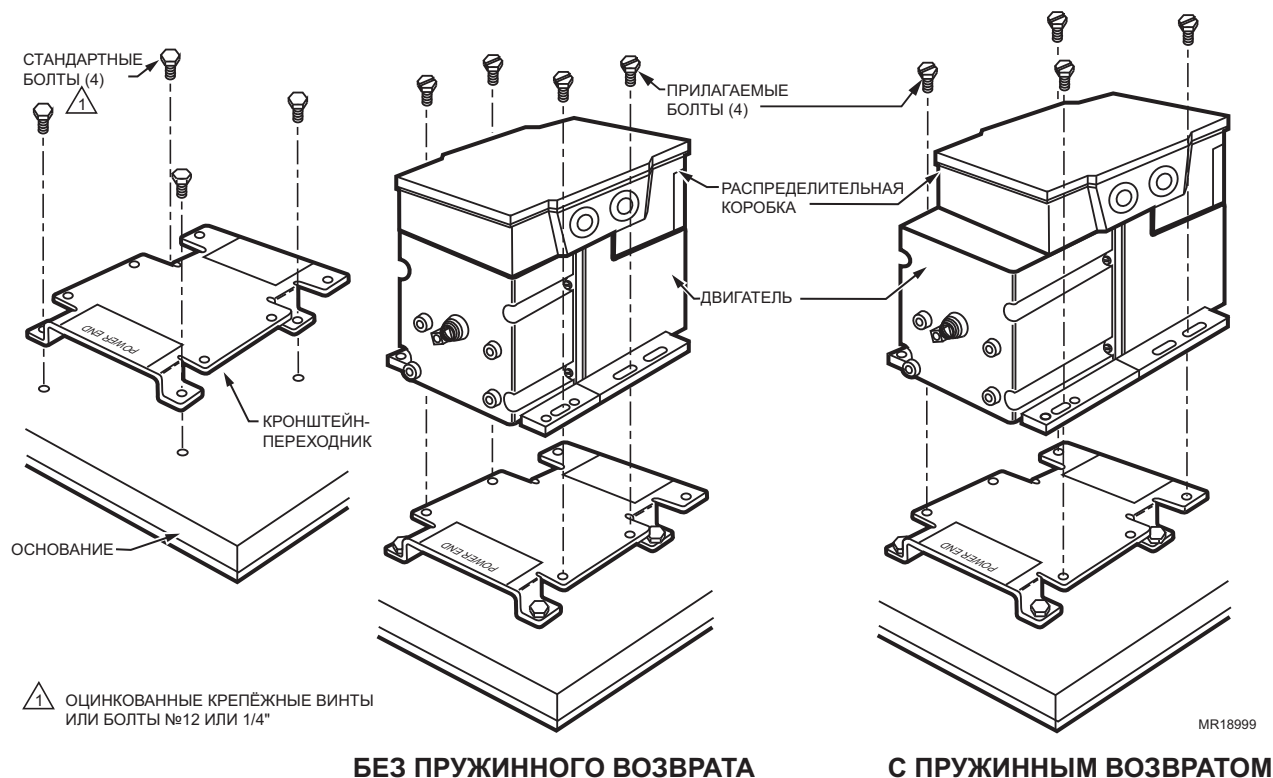

Рис. 3. Монтаж двигателя с использованием кронштейна-переходника.
2. С помощью прилагаемых болтов установите двигатель, используя резьбовые отверстия на кронштейне. См. Рис. 3.